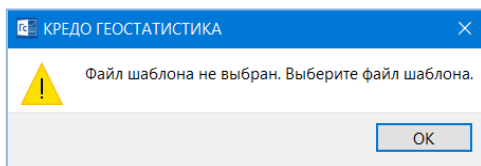

Рис. 11.2
10. Просмотрите протокол по выделенному ИГЭ (кнопка ). При первом открытии, появится сообщение о выборе шаблона (рис. 11.2).